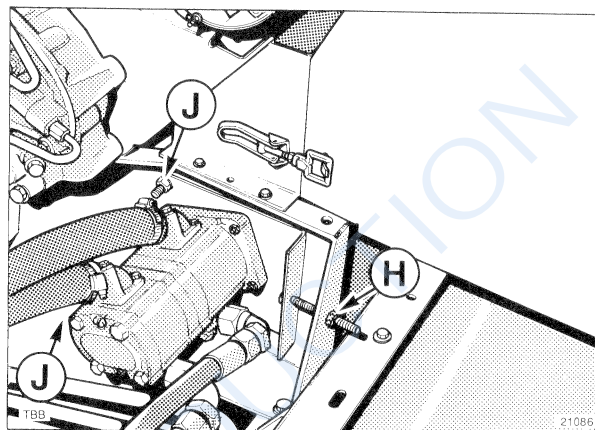

Fig. 155
**27. COURROIE DE POMPE HYDRAULIQUE (Figure 155)**